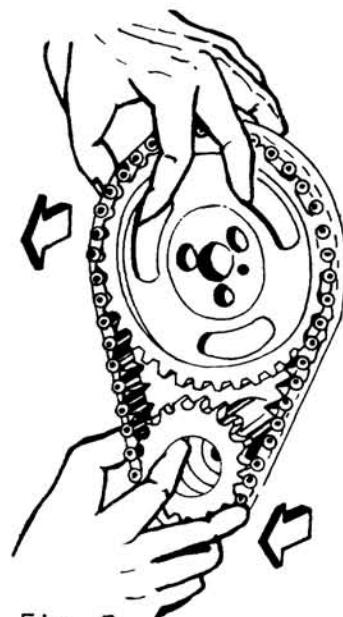

Fig. 7
Esta cadena se desmonta sacando los piñones (fig. 7).
- 2o Paso - *Coloque la cadena sobre los piñones. (fig. 7)*